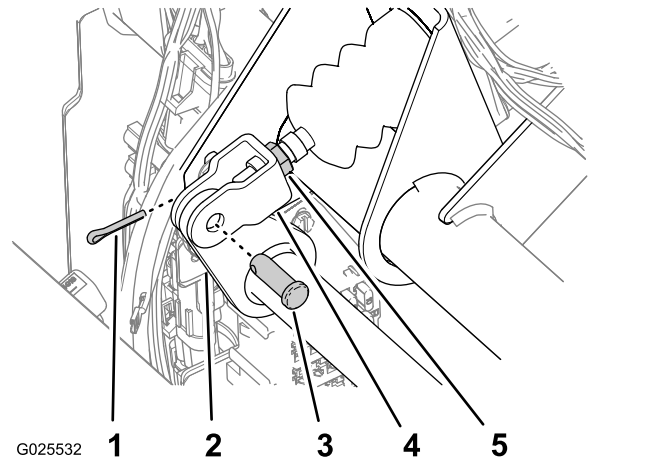

図 76
2. マスターシリンダのヨークをブレーキペダルのピボットに固定しているコッターピンとクレビスピンを取る 図 76。
4. ヨークをマスターシリンダ・シャフトに固定しているジャムナットをゆるめる 図 76。
5. ヨークを調節してヨークの穴とブレーキペダルのピボットの穴を揃える 図 76。
6. ヨークをペダルのピボットに固定する クレビスピンとコッターピンを使用 図 76。
7. ヨークをマスターシリンダのシャフトに固定しているジャムナットを締める 図 76。